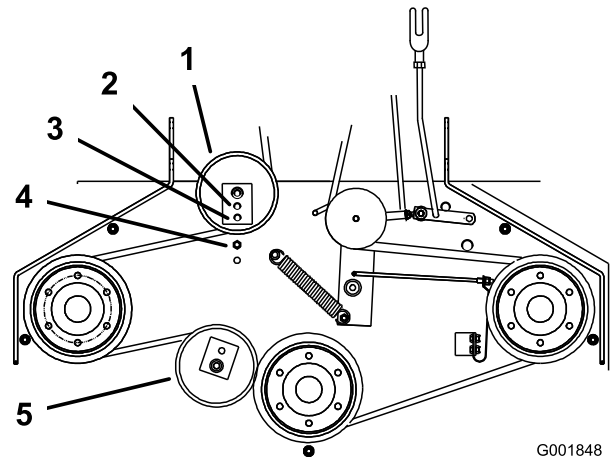

**Figura 44**
3. Afloje la contratuerca del tensor (Figura 44).
4. Gire el tensor hacia la parte trasera del cortacésped para aumentar la tensión de la correa. Gire el tensor hacia la parte delantera del cortacésped para reducir la tensión de la correa (Figura 44).